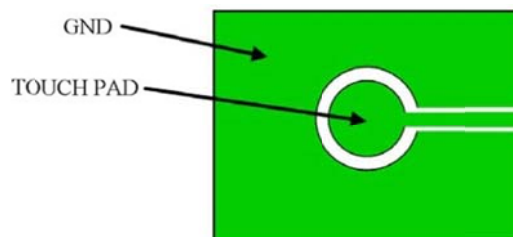

图 6 TOUCH PAD 参考画法
- (1)、Cj 指调节灵敏度的电容, 电容值大小 0pF~75pF。
- (2)、R1 是触摸电极和触摸输入脚之间串联的电阻, 用于提高触摸的抗干扰能力。R1 的取值范围为 1KΩ~10KΩ, 电阻越大抗干扰能力越强, 但是灵敏度会降低, 建议折中取值。如果使用环境干扰小, R1 可以不接。
- (3)、VDD 与 GND 间需并联滤波电容 C1 以消除噪声, 建议取值 1μF~10μF 或更大的滤波电容。供电电源必须稳定, 如果电源电压漂移或者快速变化, 可能引起灵敏度漂移或者检测错误。
- (4)、TOUCH PAD 的形状与面积、以及与 TCH 引脚间导线长度, 均会对触摸感应灵敏度产生影响。
- (5)、从 TOUCH PAD 到 IC 管脚 TCH 不要与其他快速跳变的信号线并行或与其他线交叉, TOUCH PAD 需用 GND 保护, 请参考图 6。